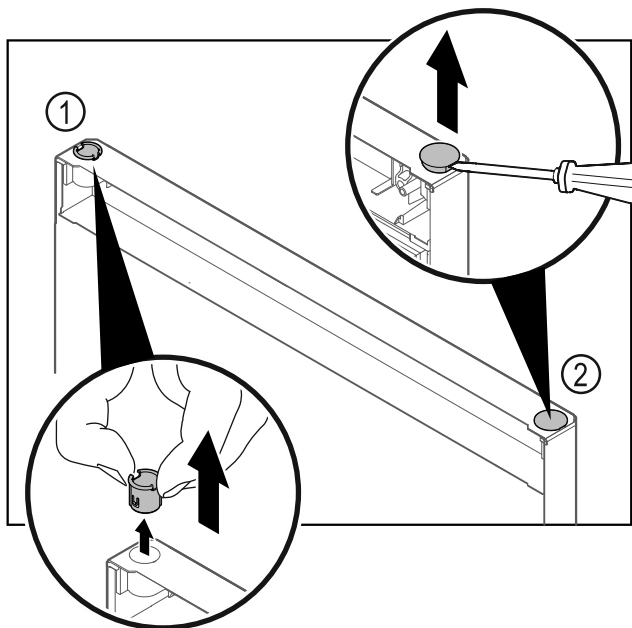

Fig. 27
- Træk hængselbøsningen Fig. 27 (1) ud med fingrene.
- Løsn afdækningsproppen Fig. 27 (2) forsigtigt med en flad skruetrækker, og træk den ud.